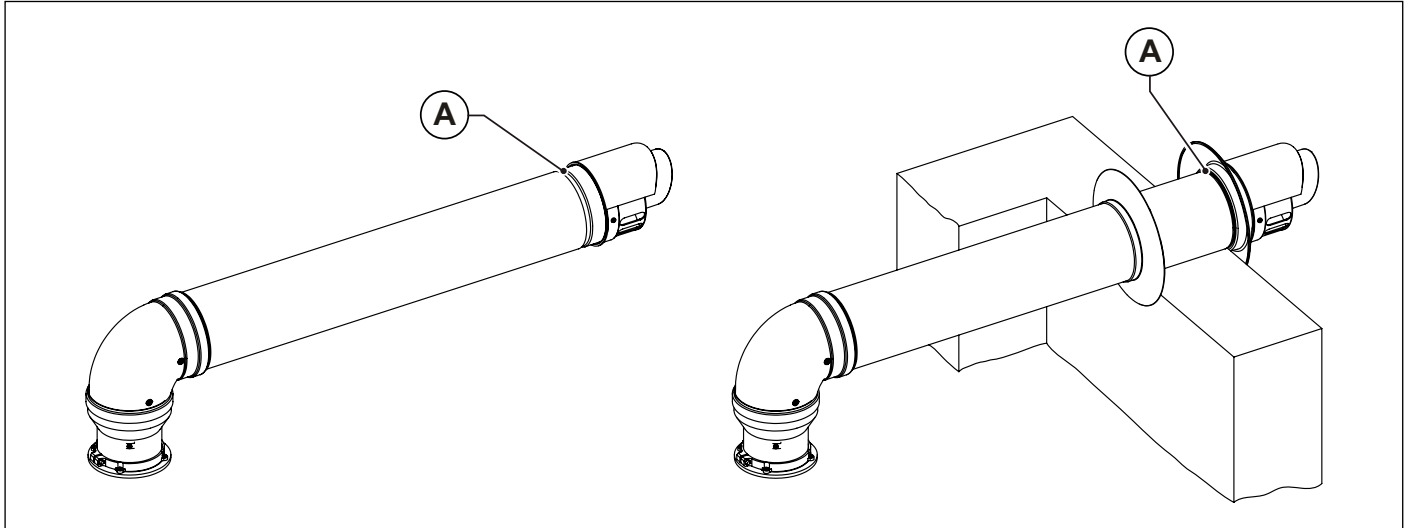

Abb. 10 Installation der Wandenteile
Die verdoppelten und koaxialen Endteile zur Luftansaugung und Rauchabführung weisen eine Rille (A) zur Befestigung der äußeren Wand im unteren Bereich auf. (siehe Abb. 10 Installation der Wandenteile).